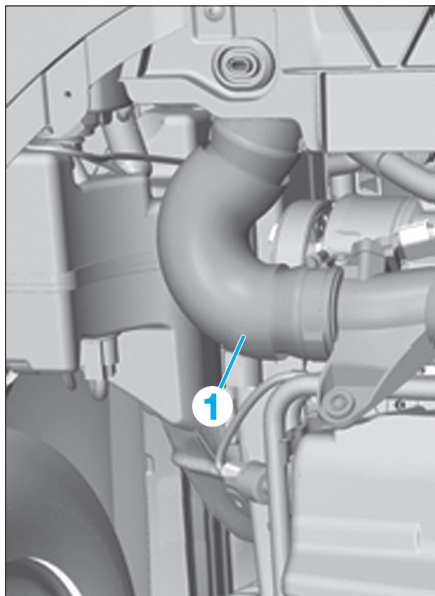

FIG. 9
- Déposer le tuyau de suralimentation (1) (Fig.9).